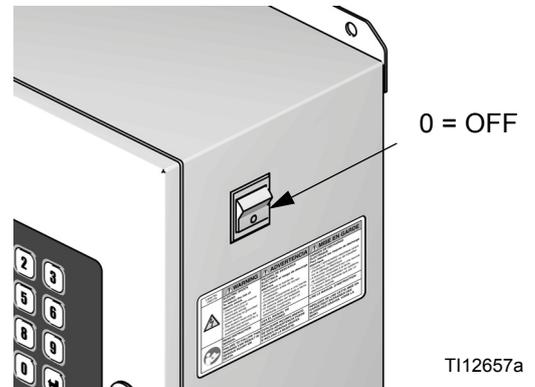

FIG. 14 Alimentazione Off
3. Disattivare l'alimentazione del ProMix 2KS (posizione 0). FIG. 14